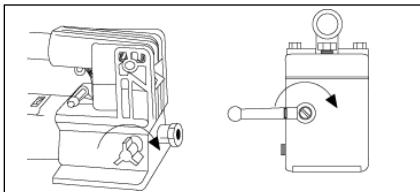

Abbildung 6
- Schließen Sie das Ablassventil durch Drehen im Uhrzeigersinn, wie in Abbildung 6.